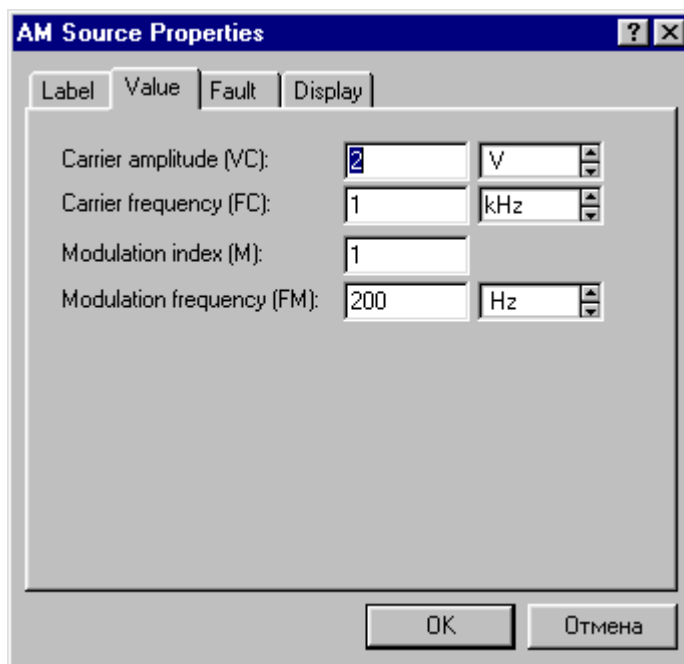

Рис. 20. Окно выбора параметров источника АМ – колебаний
2. Амплитуду несущего колебания (несущей) – (**Carrier Amplitude**) установить равной **2 В** (Рис.20), частоту несущей (**Carrier frequency**) этого колебания выбрать равной  **$F = 10\text{N}$  кГц**. Частоту модуляции (**Modulation frequency**) установить равной  **$F/5$** , а коэффициент АМ (**Modulation index**) = **1**.